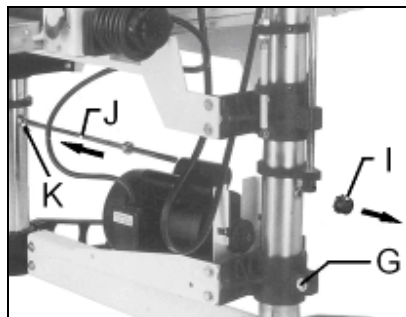

Fig 25
Entfernen Sie das Kegelrad (I, Fig 25) und lösen Sie den Stellring (K).